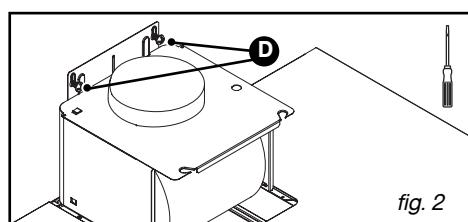

fig. 2
- Haak de afzuigkap op de twee schroeven (D/fig.2).
- Zet de terugslagklep op de motoruitgang (fig.2). Hiermee wordt voorkomen dat lucht van buiten naar binnen komt.